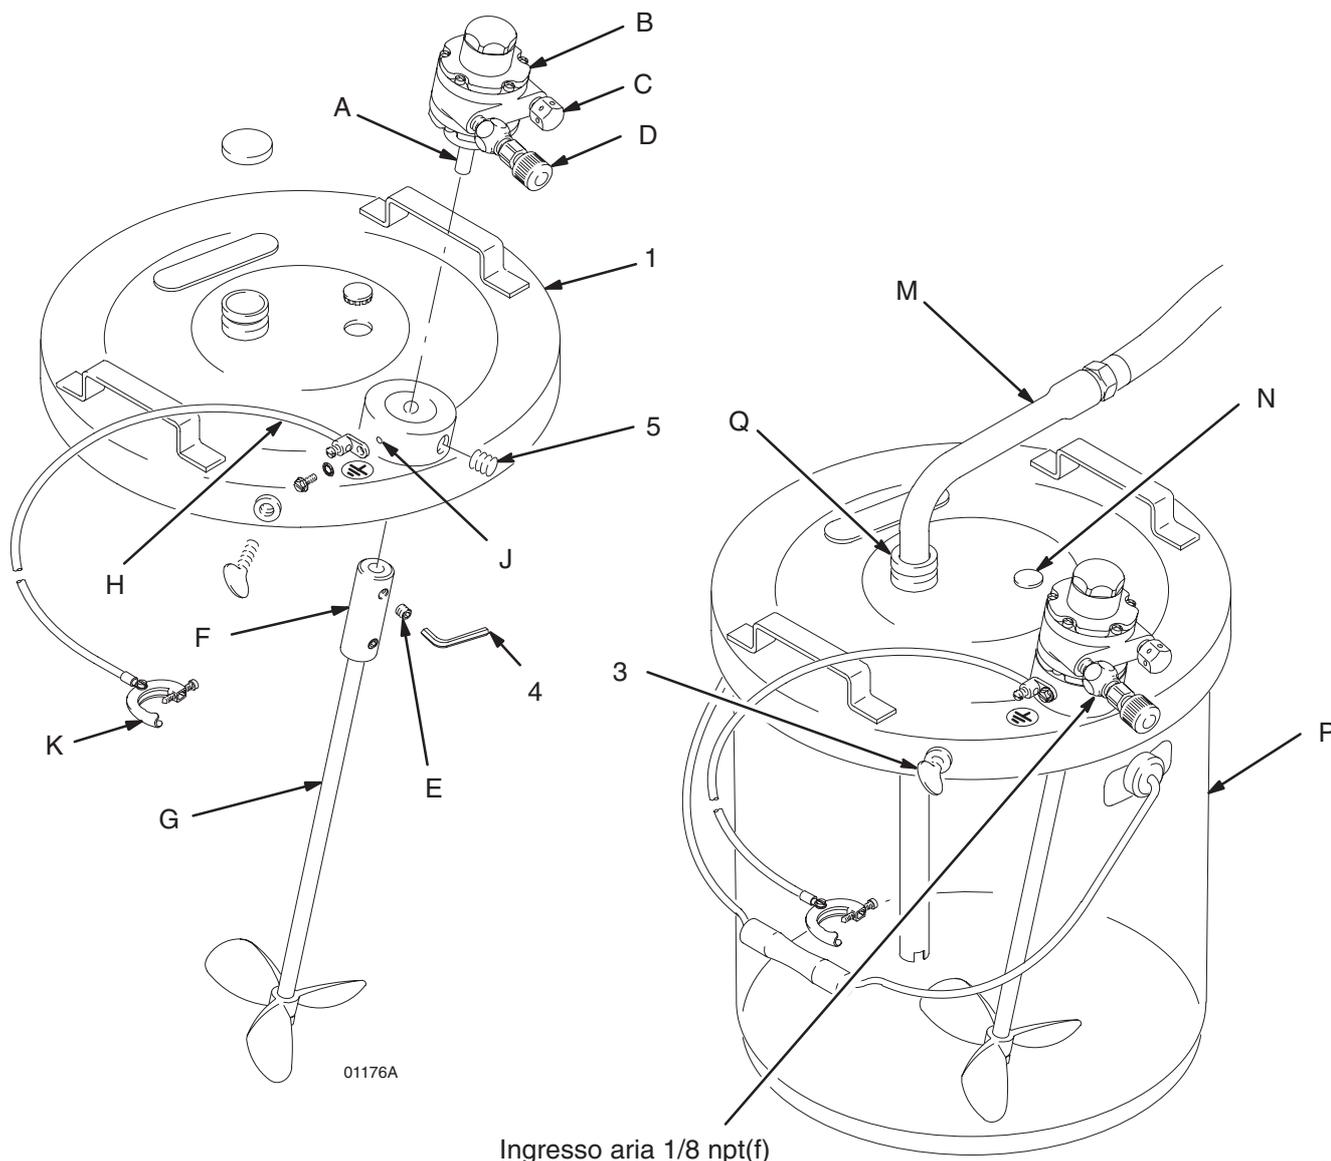

Fig. 1
**NOTA:** I numeri e le lettere di riferimento tra parentesi nel testo si riferiscono ai richiami nell'elenco parti e nella Fig. 1.
1. Impostare l'aria del motore (B) nell'apertura del coperchio (1) come mostrato nella Fig. 1. Assicurare usando due viti di regolazione (5), utilizzando una chiave a brugola (4).
2. Fare scivolare i raccordi (F) sull'asta (A) del motore pneumatico, quindi inserire l'albero dell'agitatore (G) nei raccordi. Assicurare i raccordi con due viti di regolazione (E).
3. Chiudere la valvola dell'ago (D). Installare un raccordo ad innesto rapido all'ingresso aria. Ordinare l'accoppiatore codice 208536 e il raccordo 169969, 1/8 npt(m). Quindi collegare un flessibile dell'aria dimensionato in modo appropriato all'ingresso della valvola da 1/8 npt(f).
4. Posizionare l'agitatore e l'assieme del coperchio su un secchio di vernice da 19 litri (P). Serrare le tre viti a testa zigrinata (3).
**NOTA:** Installare un flessibile di aspirazione (M) nella porta più larga (Q) accanto al centro del coperchio. La porta più piccola (N) serve per i sistemi a ricircolo.